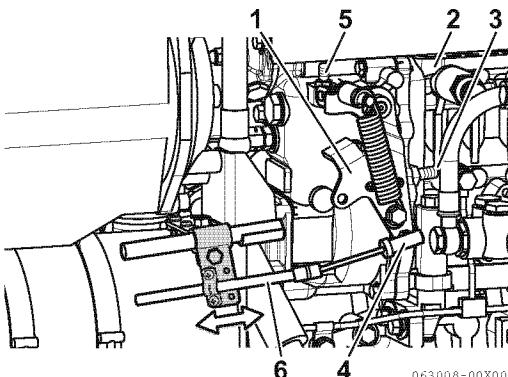

Figure 10
1. Per regolare, allentare la vite di regolazione (**Figure 10, (4)**) del cavo comando a distanza sul lato del motore, quindi regolare.
2. Regolare per prima la posizione dell'arresto alta velocità (**Figure 10, (5)**) quindi regolare l'arresto bassa velocità (**Figure 10, (3)**) con la vite di regolazione sulla leva del comando a distanza (**Figure 10, (1)**).